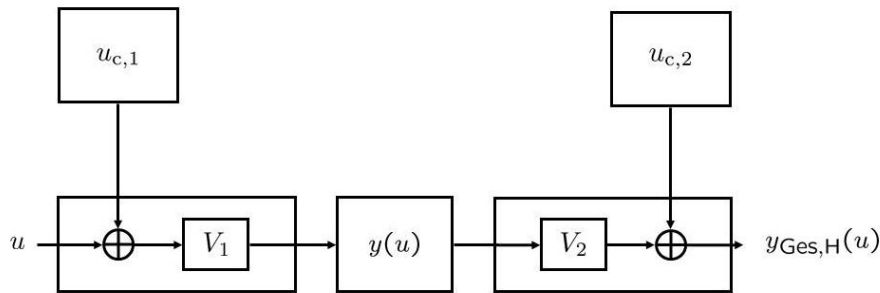

Abbildung L1: Linearisierende Schaltung.
- c) Um die Kennlinie zu linearisieren muss ein Verstärker jeweils vor und einer hinter das Messgerät gesetzt werden. An dem zweiten Eingang der einzelnen Verstärker werden die konstanten Signalquellen geschaltet. Abbildung L1 zeigt das resultierende Schaltbild.